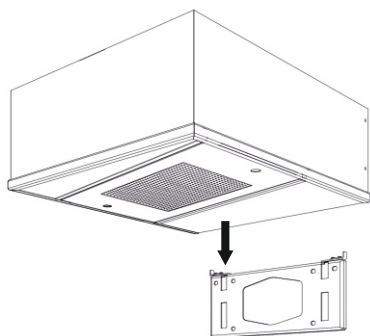

Рис. 5
- 5 Повесьте обливное устройство на монтажную пластину (рис.5). Фиксация обливного устройства к монтажной пластине осуществляется за счет сцепления крючков на корпусе обливного устройства с пазами в монтажной пластине. При установке обливного устройства на монтажную пластину страховочные задвижки не должны перекрывать верхний паз в монтажной пластине. После установки обливного устройства убедитесь, что верхняя грань монтажной пластины совпадает с верхней гранью корпуса обливного устройства, и передвиньте страховочные задвижки как показано на рисунке 6.